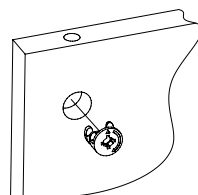

Рис.3
3. Вставьте головки минификсов в детали 3, 4, 5, 6, 7, 8 (Рис. 3).